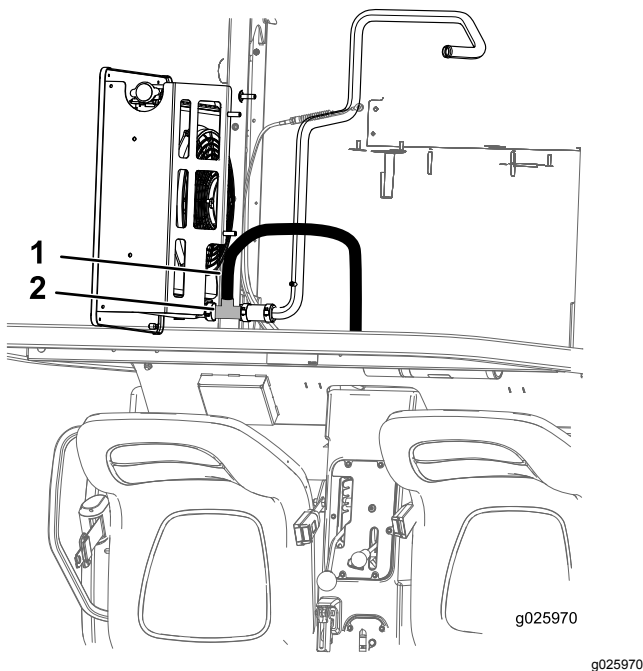

Figura 10
4. Tagliate il tubo flessibile inferiore del radiatore e collegate il raccordo a T a ogni estremità appena tagliata del tubo del radiatore inferiore con 2 fascette stringitubo grandi (Figura 10).